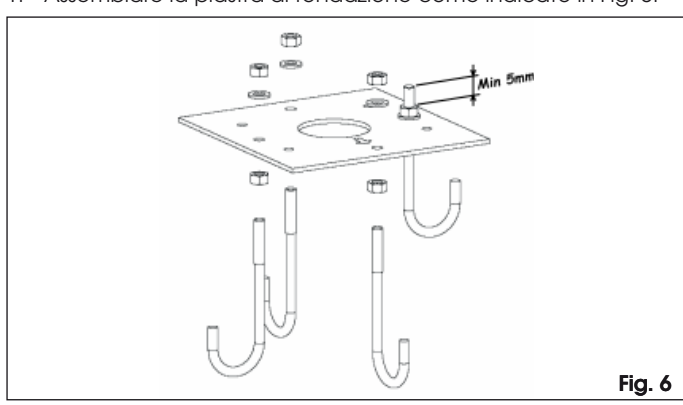

Fig. 6
1. Assemblare la piastra di fondazione come indicato in Fig. 6.